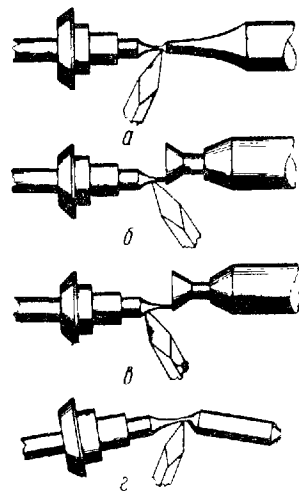

Рис. 159. Точіння і відрізка осі балансу.
На рис. 159, а, б, в показано точіння і відрізування осі при нормальній і надмірній довжині заготовки (рис. 159, г). В момент відрізування лишку цапфа, як правило, виявляється погнутою.
5. Обточування по діаметру цапфи провадиться в останню чергу на центрах (як це показано на рис. 159,в) токарного верстата різцем *ж* (див. рис. 22).
У тому випадку, коли цапфа після точіння на токарному верстаті виявиться значно більшого діаметра ніж потрібно, то її необхідно піддати дальшій обробці на верстаті, користуючись при цьому різцем *ж* (див. рис. 22) і центром, вказаним на рис. 159, *б*.